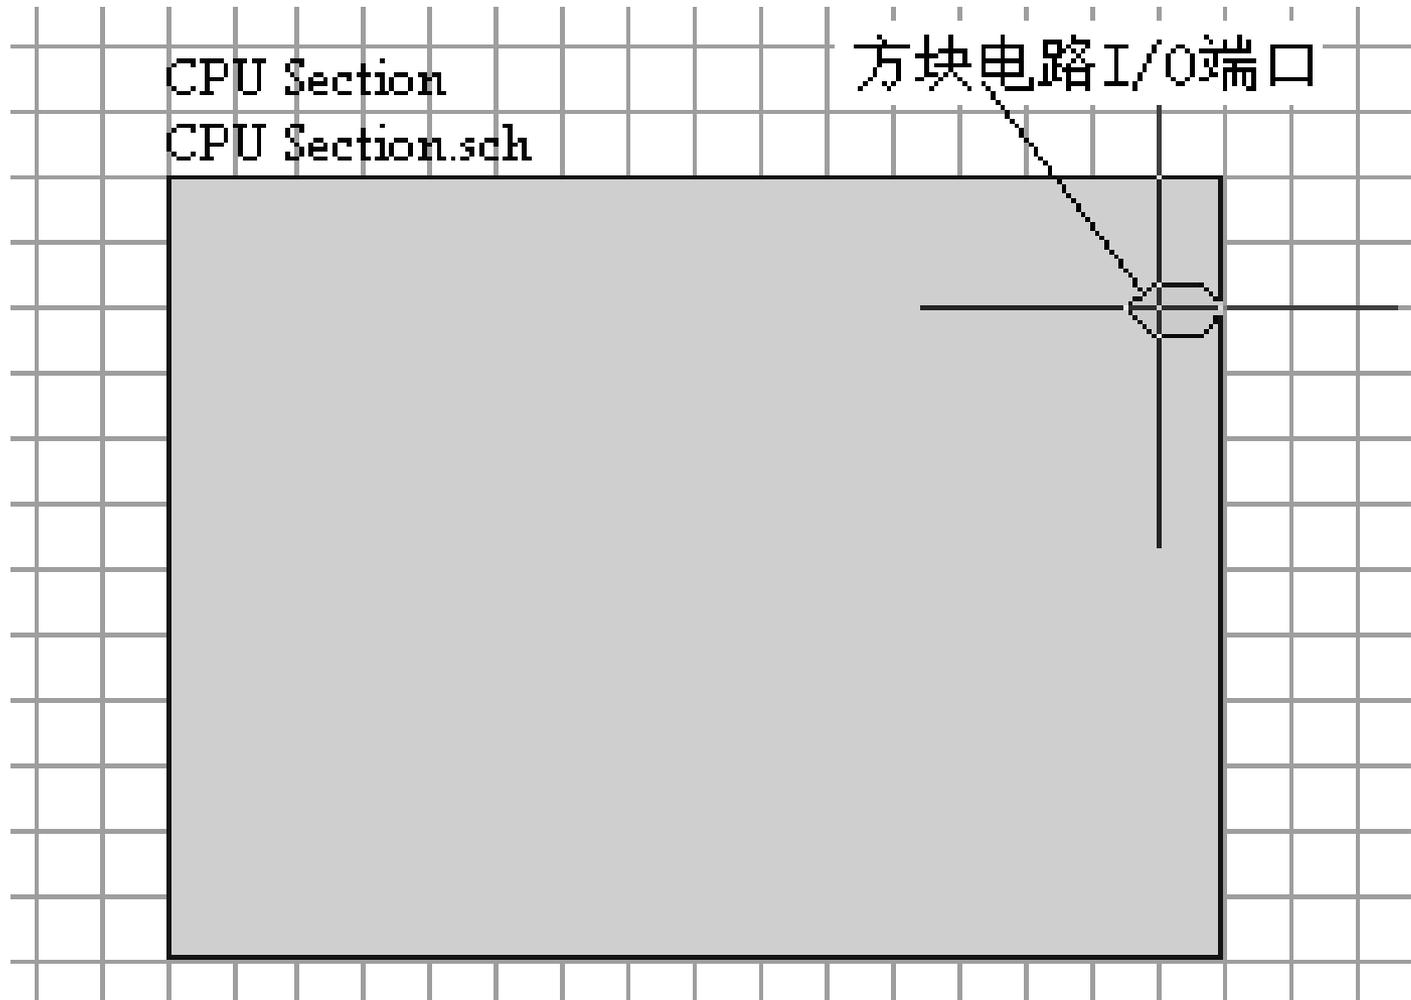

图3-9 方块电路I/O端口
(5) 单击“画线”工具栏（窗）内的“”（放置方块电路I/O端口）工具（或执行“Place”菜单下的“Add Sheet Entry”命令），然后将光标移到需要放置I/O端口的方块内，单击鼠标左键，即可看到一个随光标移动而移动的方块电路I/O端口，如图3-9所示。